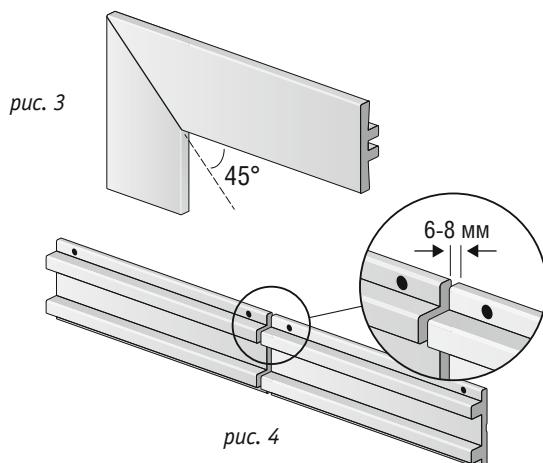

рис. 3
2. На монтажный профиль ВС-52 устанавливаются профили ВС-50 или ВС-100. Там, где необходимо, они подрезаются, помечаются, чтобы потом не перепутать при окончательной установке. При стыковке на углах профили нужно подрезать под углом 45 градусов (рис.3).